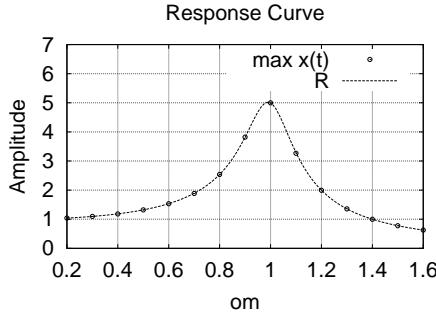

図 14.5 共振曲線
**Code 4** を実行すると、図 14.5 p144 の結果が得られる。